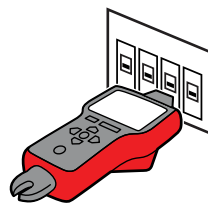

Figura 3.5b
- a) L'unità si avvierà automaticamente in modalità 1 <logo> **SCAN** (Scansione), come mostrato nella Figura 3.5b.